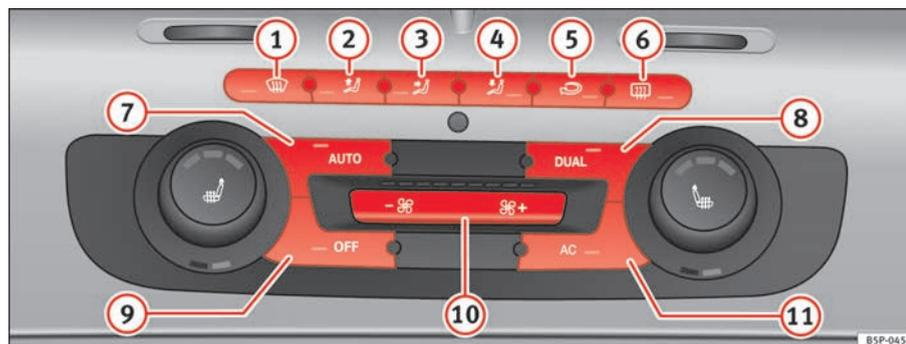

Fig. 131 Sur le tableau de bord : éléments de commande du Climatronic 2 zones
- Appuyer sur les molettes de régulation de la température ⇒ fig. 131 9) ou 14) pour régler la température du côté gauche et droit respectivement.
- Appuyez sur la touche  ⇒ page 169, fig. 131. « AUTO High » apparaît sur l'écran de l'autoradio (grande vitesse de la soufflante).
- Appuyez de nouveau sur la touche  ⇒ page 169, fig. 131. « AUTO Low » apparaît sur l'écran de l'autoradio (faible vitesse de la soufflante).